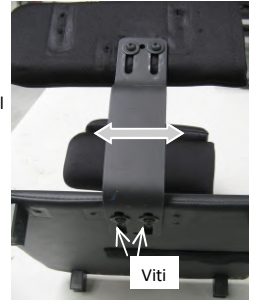

fig. 16.2: Regolazione staffa
A) Spostamento della staffa del contenitore lungo il sedile (fig.16.2)